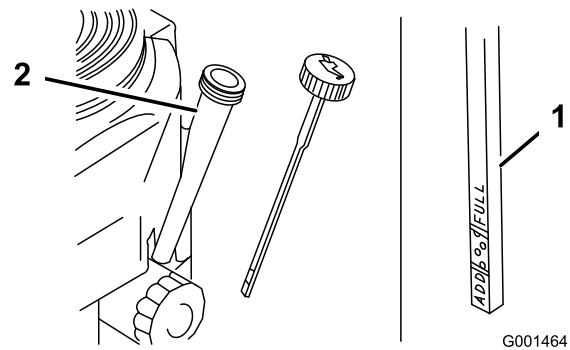

Figura 27
4. Limpie alrededor de la varilla de aceite (Figura 27) para impedir que caiga suciedad por el orificio de llenado y cause daños en el motor.
5. Desenrosque la varilla de aceite y limpie el extremo (Figura 27).
6. Deslice la varilla a fondo en el tubo de llenado, pero no la enrosque en el tubo (Figura 27).
- Vierta lentamente un 80% aproximadamente de la cantidad especificada de aceite por el tubo de llenado (Figura 27).